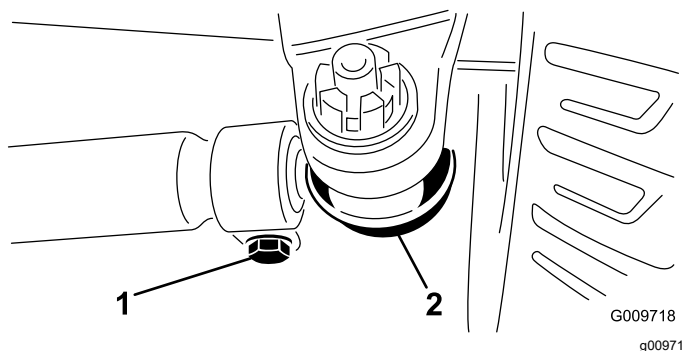

Figura 74
3. Per regolare la convergenza, togliete la coppiglia e il dado da uno dei giunti a sfera del tirante (Figura 74).
5. Allentate i fermi su entrambe le estremità dei tiranti (Figura 74).